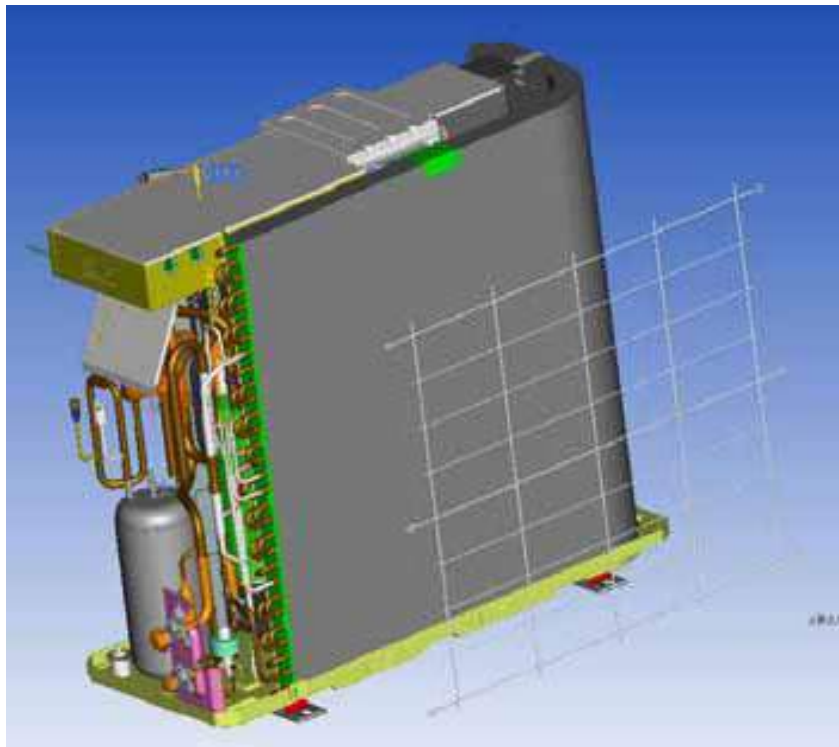

Рис.6
- Открутите два шурупа и снимите заднюю решетку(см.рис.6)